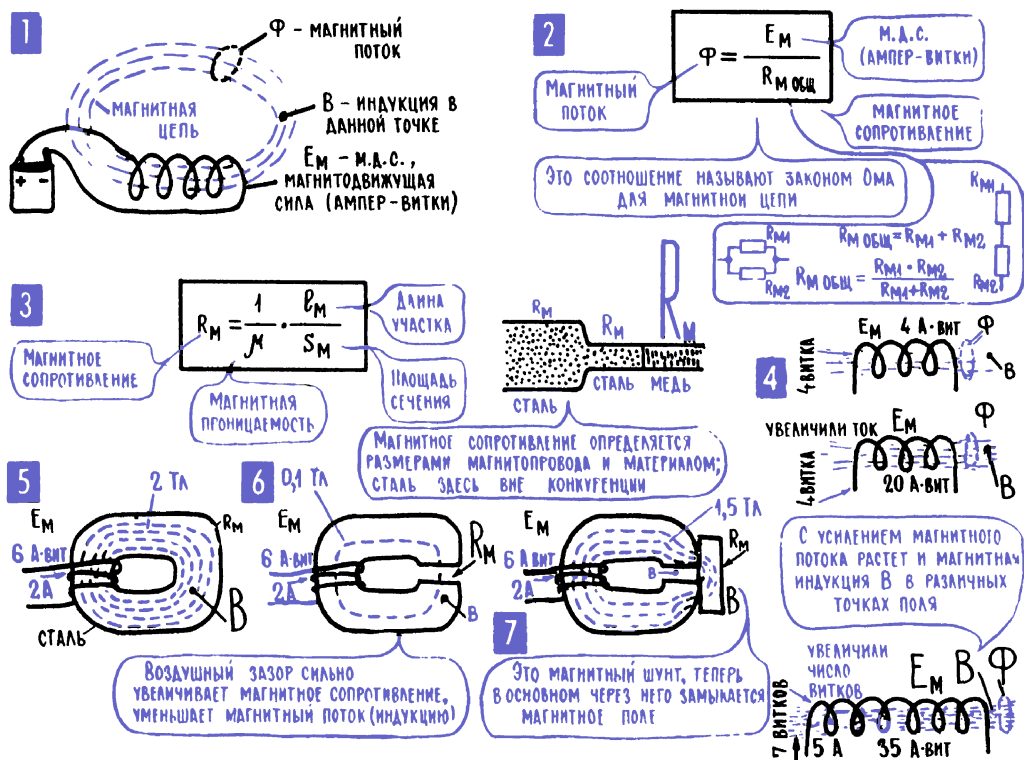

Рис. 5.5. Характеристики магнитного поля
8. Путь, по которому замыкается магнитное поле, часто называют магнитной цепью. Можно провести полезную аналогию между электрической цепью, по которой идет ток, и тем «бубликом», по которому замыкается магнитное поле (рис. 5.5; 1). Роль генератора в такой магнитной цепи играет сам магнит или электромагнит – катушка. Ток в электрической цепи можно сравнить с общим магнитным потоком, который как бы выходит из одного полюса магнита и входит в другой. А магнитное сопротивление будет отображать влияние среды на вели-
чину магнитного потока подобно тому, как сопротивление электрической цепи отображает влияние среды, где протекает ток, на величину этого тока. Существует даже закон Ома для магнитной цепи (рис. 5.5; 2), он имеет внешнее сходство с законом Ома для электрической цепи. Например, отмечается, что магнитный поток пропорционален так называемой магнитодвижущей силе, которую в случае электромагнита определяют ампер-витки катушки: чем больше эти ампер-витки, тем сильнее общий магнитный поток. Кроме того, магнитный поток обратно пропорционален магнитному сопротивлению: если полюсы магнита, который находился в воздухе, замкнуть магнитопроводом из стали, то резко (в 7000 раз⁴) уменьшится магнитное сопротивление цепи и увеличится магнитный поток.
Сравнение магнитной цепи с электрической приводит к некоторым очень важным практическим выводам. Вот один из них: если в замкнутой стальной магнитной цепи сделать небольшой воздушный зазор (рис. 5.5; 6), то он резко увеличит общее магнитное сопротивление цепи и ослабит об-
щий поток – так, участок с большим сопротивлением, последовательно включенный в электрическую цепь, резко уменьшает ток в ней. Очень важно, что при этом уменьшится и магнитная индукция в самой стали – это есть результат ослабления общего магнитного потока. А если параллельно воздушному зазору создать дополнительный путь с меньшим магнитным сопротивлением (рис. 5.5; 7), например приложить к зазору тонкую стальную пластинку, то магнитное сопротивление участка уменьшится (так уменьшалось сопротивление участка электрической цепи при ее шунтировании) и основной магнитный поток пойдет по пути наименьшего магнитного сопротивления (основной электрический ток в параллельной цепи тоже идет по пути наименьшего сопротивления), пойдет через магнитный шунт. Это интересное явление ранее использовалось для записи сигналов на магнитную ленту в магнитофонах и видеомэгнитофонах и до сих пор используется в обычных компьютерных жестких дисках.